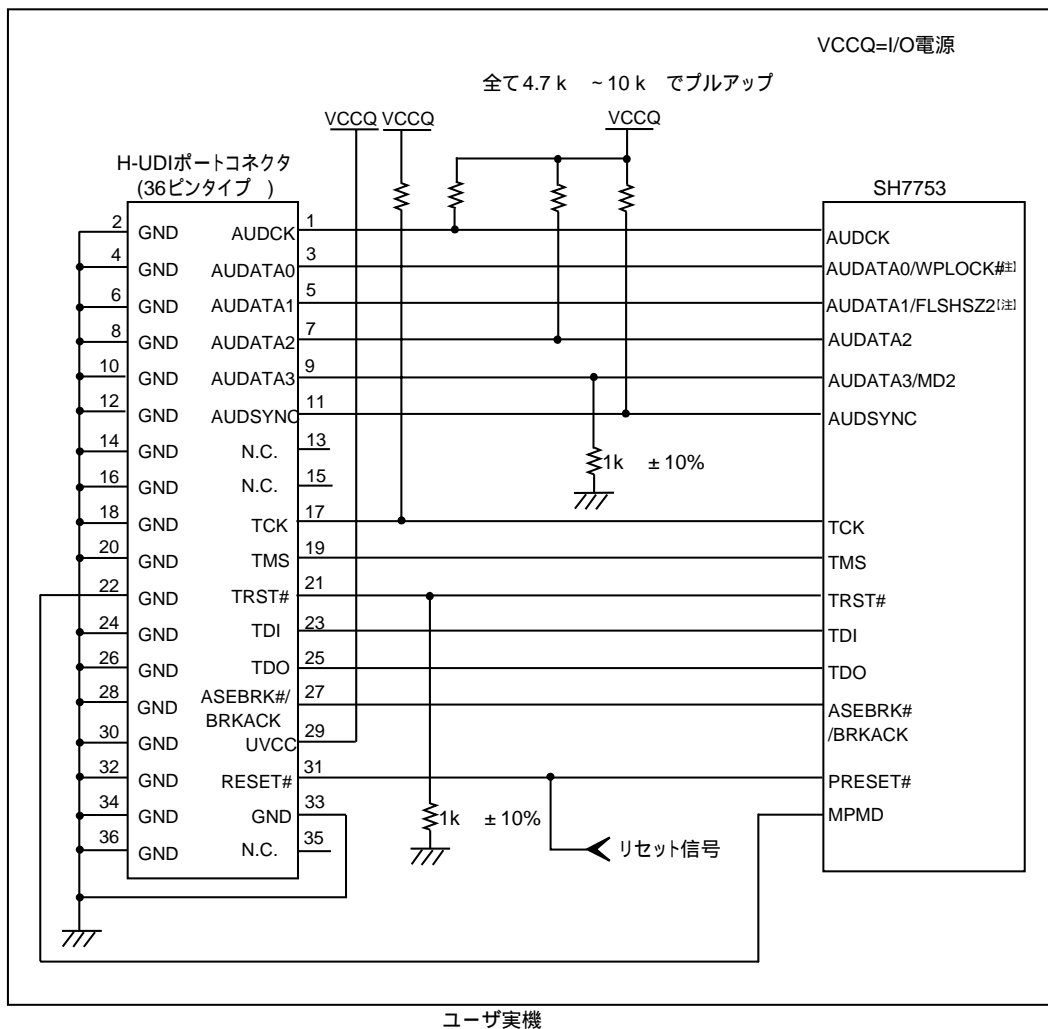

図 1.5 E10A-USB 使用時の H-UDI ポートコネクタ - チップ間の推奨接続例(36 ピンタイプ)
- 図1.5の回路を組んだ場合のE10A-USBエミュレータのスイッチ設定：SW2=1, SW3=1